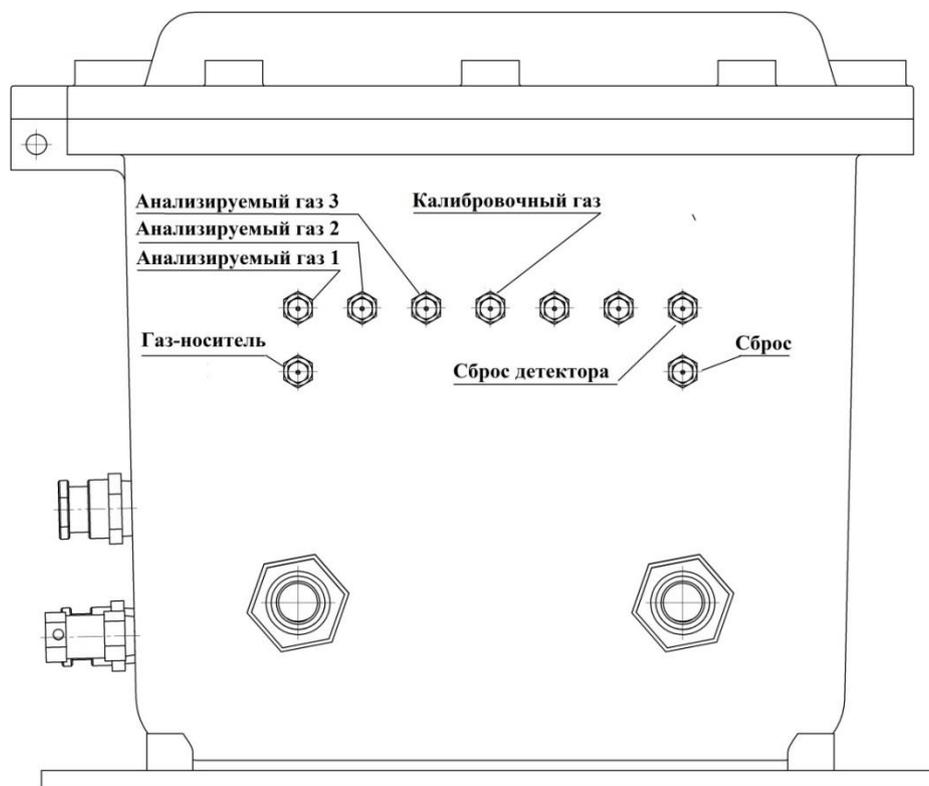

Рис. 9. Назначение газовых вводов хроматографа «МАГ»
2.4.4.1. Подключение газовых линий газа-носителя, анализируемого и градуировочного газов. Назначения газовых вводов приведены на Рис. 9 и в Приложении Б. Необозначенные на Рис. 9 газовые вводы заглушены.